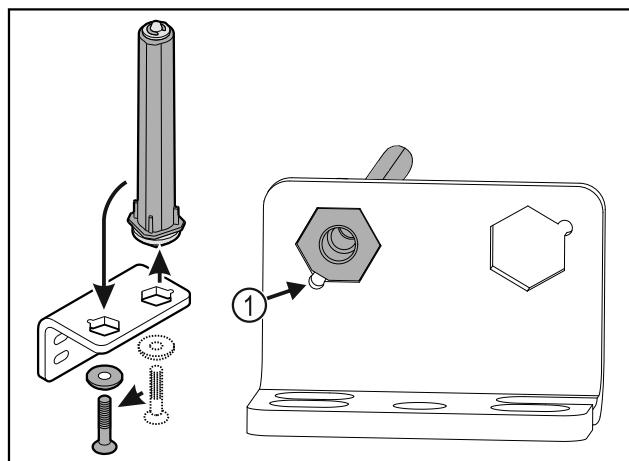

Fig. 33
- ▶ Aveți în vedere ca la introducerea, țesitura bolțului Fig. 33 (1) să fie orientată spre orificiul rotund.